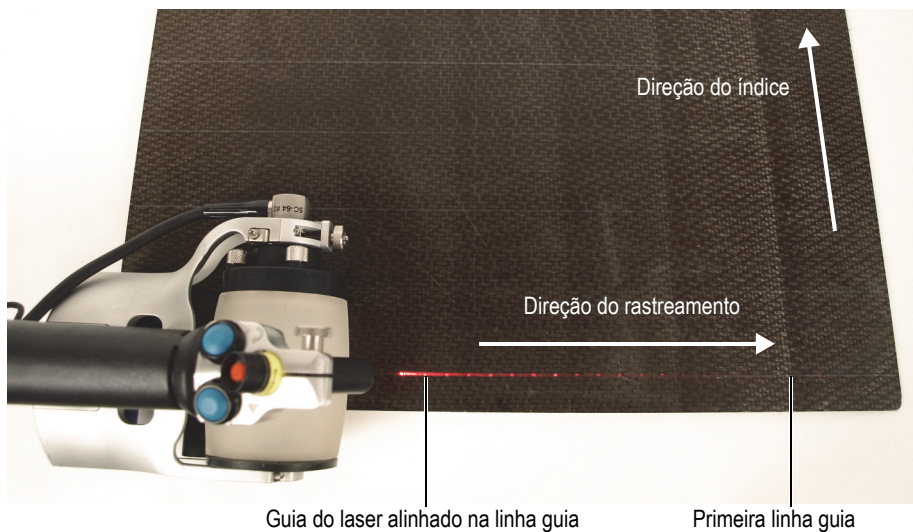

Figura 5-4 Posicionando o RollerFORM na primeira linha guia
5. Posicione o RollerFORM alinhado com a primeira linha guia desenhada na superfície a inspecionar, na borda da área a ser inspecionada (Figura 5-4 na página 75).